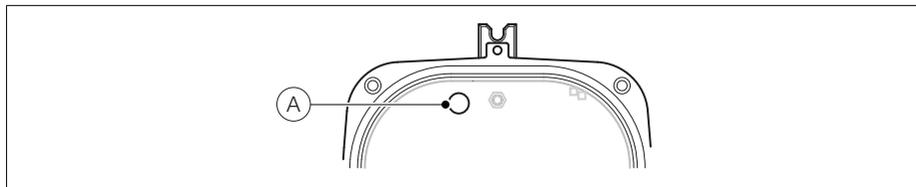

Fig. 4.10 Trasmettitore remoto – Sostituzione del fusibile interno
3. Fare riferimento alla Fig. 4.10, rimuovere il fusibile a innesto (A) dal portafusibili.